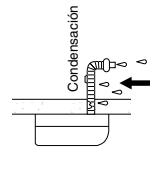

Fig. 3-41
c) Si la manguera de drenaje funcionará en la habitación, aísle la manguera con material aislante1 de modo que la condensación refrigerada no dañe los muebles ni el suelo. (Fig. 3-41)